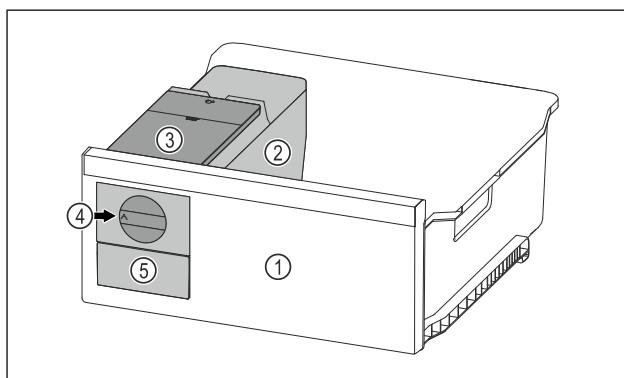

Fig. 179 Примерно изображение
► Завъртете въртящото се копче Fig. 179 (4) по часовниковата стрелка до упор.
► Ледените кубчета падат от формата за ледени кубчета в чекмеджето за ледени кубчета Fig. 179 (5).